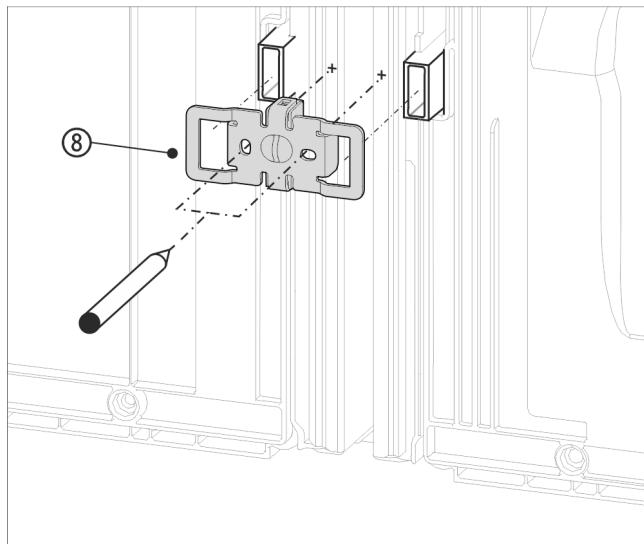

Fig. 14 Beispielhafte Darstellung
- ▶ Winkel Fig. 14 (8) mit den Aussparungen über die Aufnahme für die Wandabstandhalter schieben.